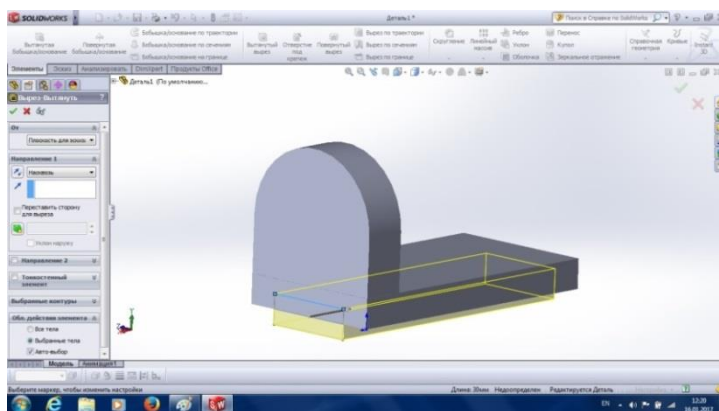
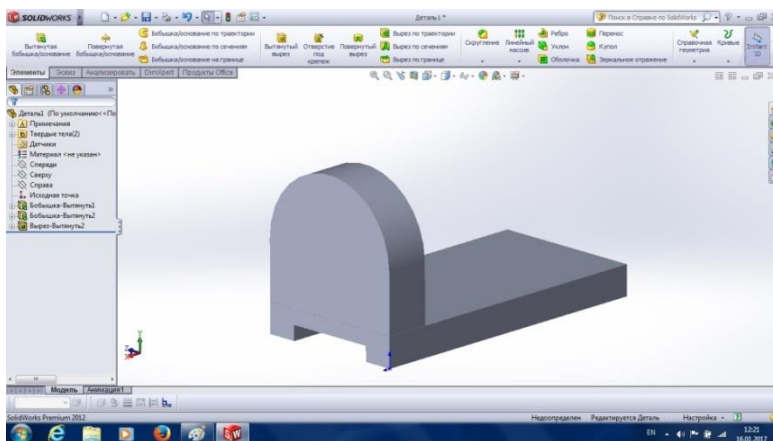

Рис. 3.10
Рис. 3.11
13. Командою **Витягнутий виріз** у Менеджері властивостей задаємо **Наскрізь** (рис. 3.10). Після команди **Ок**, отримаємо деталь (рис. 3.11).